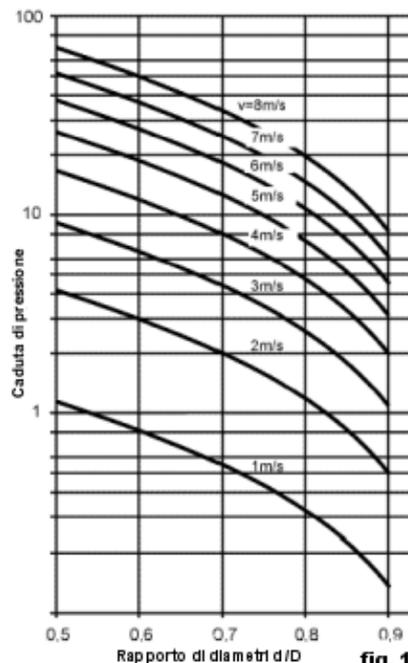

fig. 11
La caduta di pressione causata dalla riduzione può essere determinata dal diagramma di fig. 11 attraverso la seguente procedura:
3. la caduta di pressione può essere letta sull'asse Y del grafico di fig. 11 in corrispondenza dell'intersezione tra la velocità del flusso e il rapporto dei diametri  $d/D$  sull'asse X.
In fig. 11